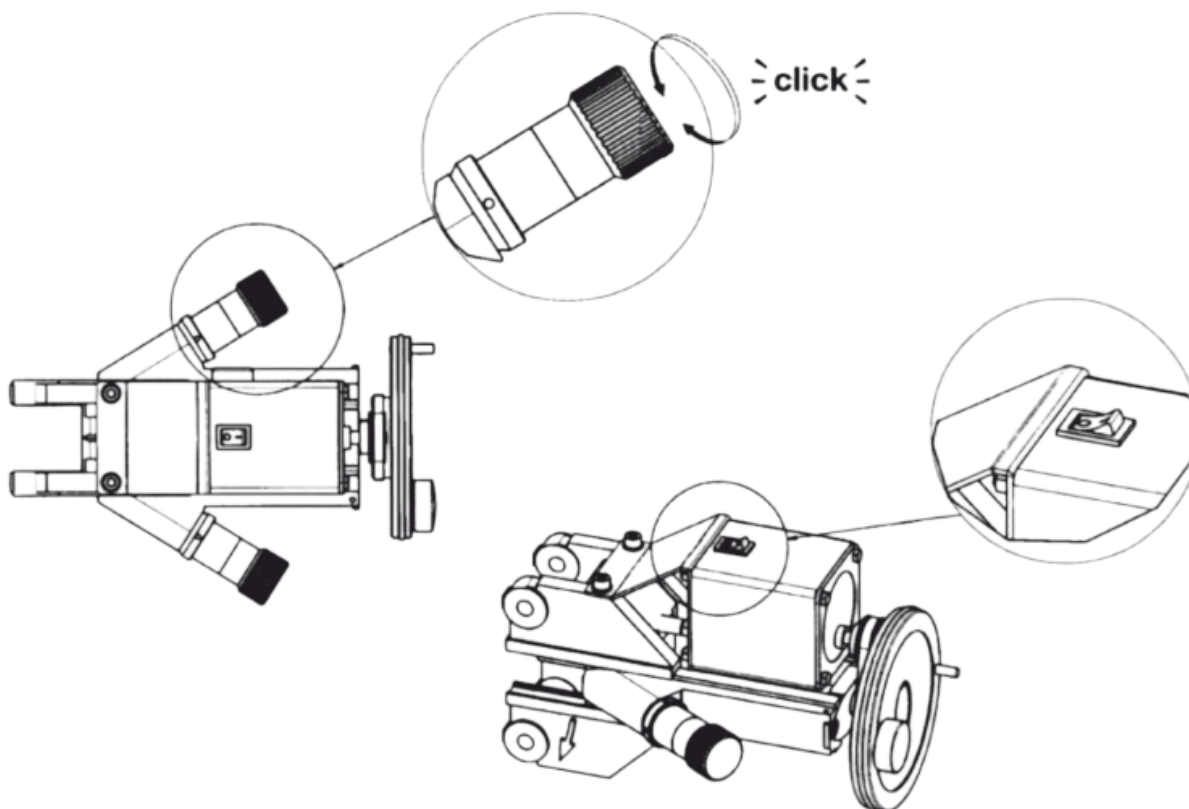

Рисунок 26
- 7.8.12 Один щелчок равен 0,05 мм. (рис. 26)